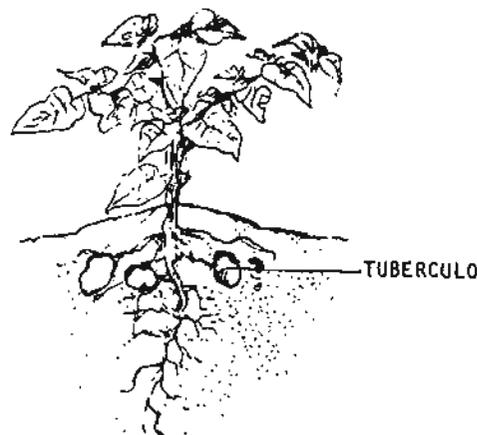

Fig. 2
*Tubérculos*, o tallos subterráneos de reserva con yemas que reproducen la planta original. Ej. papa. (Fig. 2)